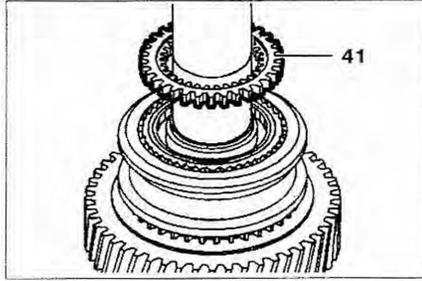

Рис. 4.40. Снимите конусное кольцо 41.
20. Снимите конусное кольцо 41 (рис. 4.40).